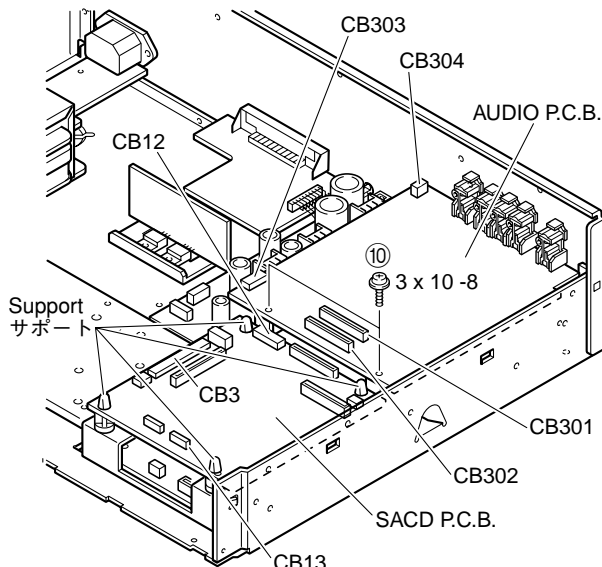

Fig. 8
- a. Disconnect the connectors CB301, CB302, CB303 and CB304. (Fig. 8)
- c. Remove 2 screws (10) and then remove the AUDIO (1) P.C.B. (Fig. 8)
- a. コネクターCB301、CB302、CB303、CB304を外します。(Fig. 8)
- c. 10のネジ2本を外し、AUDIO (1) P.C.B.を取り外します。(Fig. 8)
- a. Disconnect the connectors CB3, CB12 and CB13. (Fig. 8)
- b. Remove the SACD P.C.B. with the tip of the 4 support pinched with pliers or the like. (Fig. 8)
- a. コネクターCB3、CB12、CB13を外します。(Fig. 8)
- b. 4箇所のサポートの先をペンチ等でつまみながら、SACD P.C.B.を取り外します。(Fig. 8)